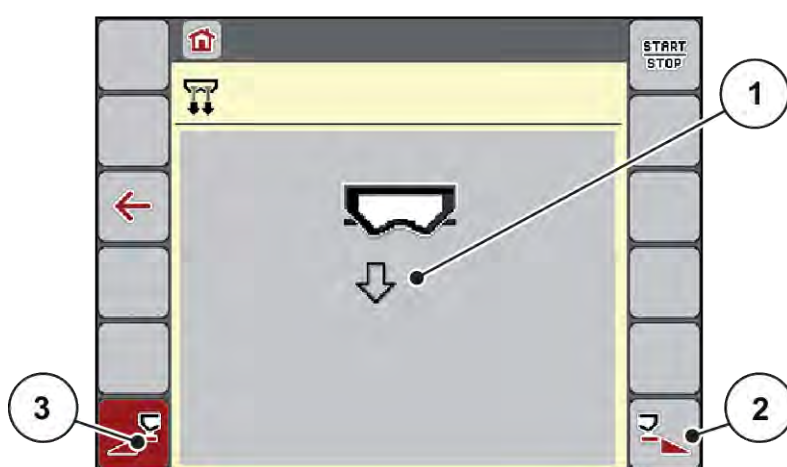

Fig. 21: Meny Hurtigtømming
*I displayet vises valgt delbredde som symbol (Fig. 21, posisjon [3]).*